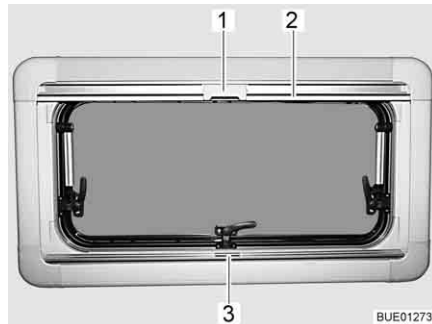

Fig. 105 Fenêtre projetante
- Saisir le dispositif occultant plissé par le centre de la barre-poignée (Fig. 105,3), le tirer du bas vers le haut et le relâcher à la hauteur voulue. Le dispositif occultant plissé reste alors à cette hauteur.
- Tirer la moustiquaire par la barre-poignée (Fig. 105,2) vers le bas jusqu'à ce qu'elle entre en contact avec celle du dispositif occultant plissé (Fig. 105,3).
- Verrouiller le cran (Fig. 105,1) de la moustiquaire avec la barre-poignée du dispositif occultant plissé.
- Presser le cran (Fig. 105,1) en haut de la moustiquaire vers l'arrière.
- Ramener lentement la moustiquaire en arrière au moyen de la barre-poignée (Fig. 105,2).